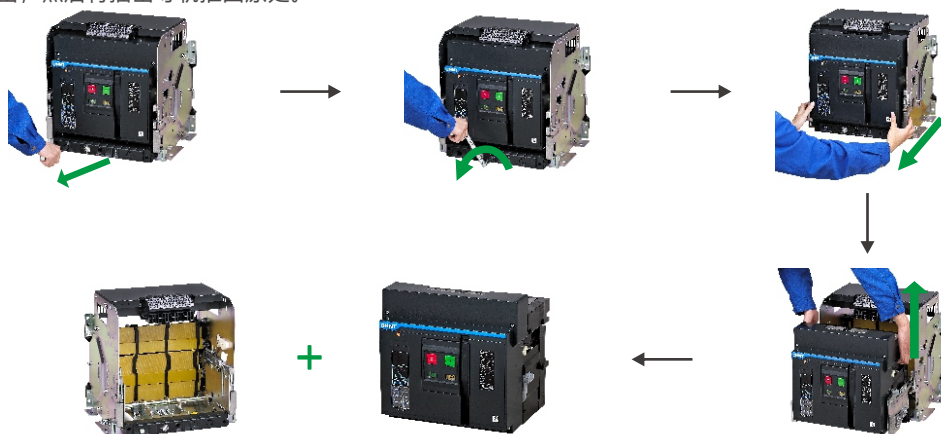

图54 取出断路器本体操作
7.2.1 将断路器本体从抽屉座中取出(图54)：抽出手柄；并将手柄六角头完全插入抽屉座手柄孔内，逆时针转动手柄，将断路器本体从“连接”位置移动至“分离”位置；将手柄拔出后，按图示拉出断路器本体(NXA16型先按下按钮)，本体向外拉出，注意拉出断路器本体时，由于重心前移，要注意防止断路器倾倒及跌落；将断路器本体从抽屉内取出，然后将抽出导轨推回原处。